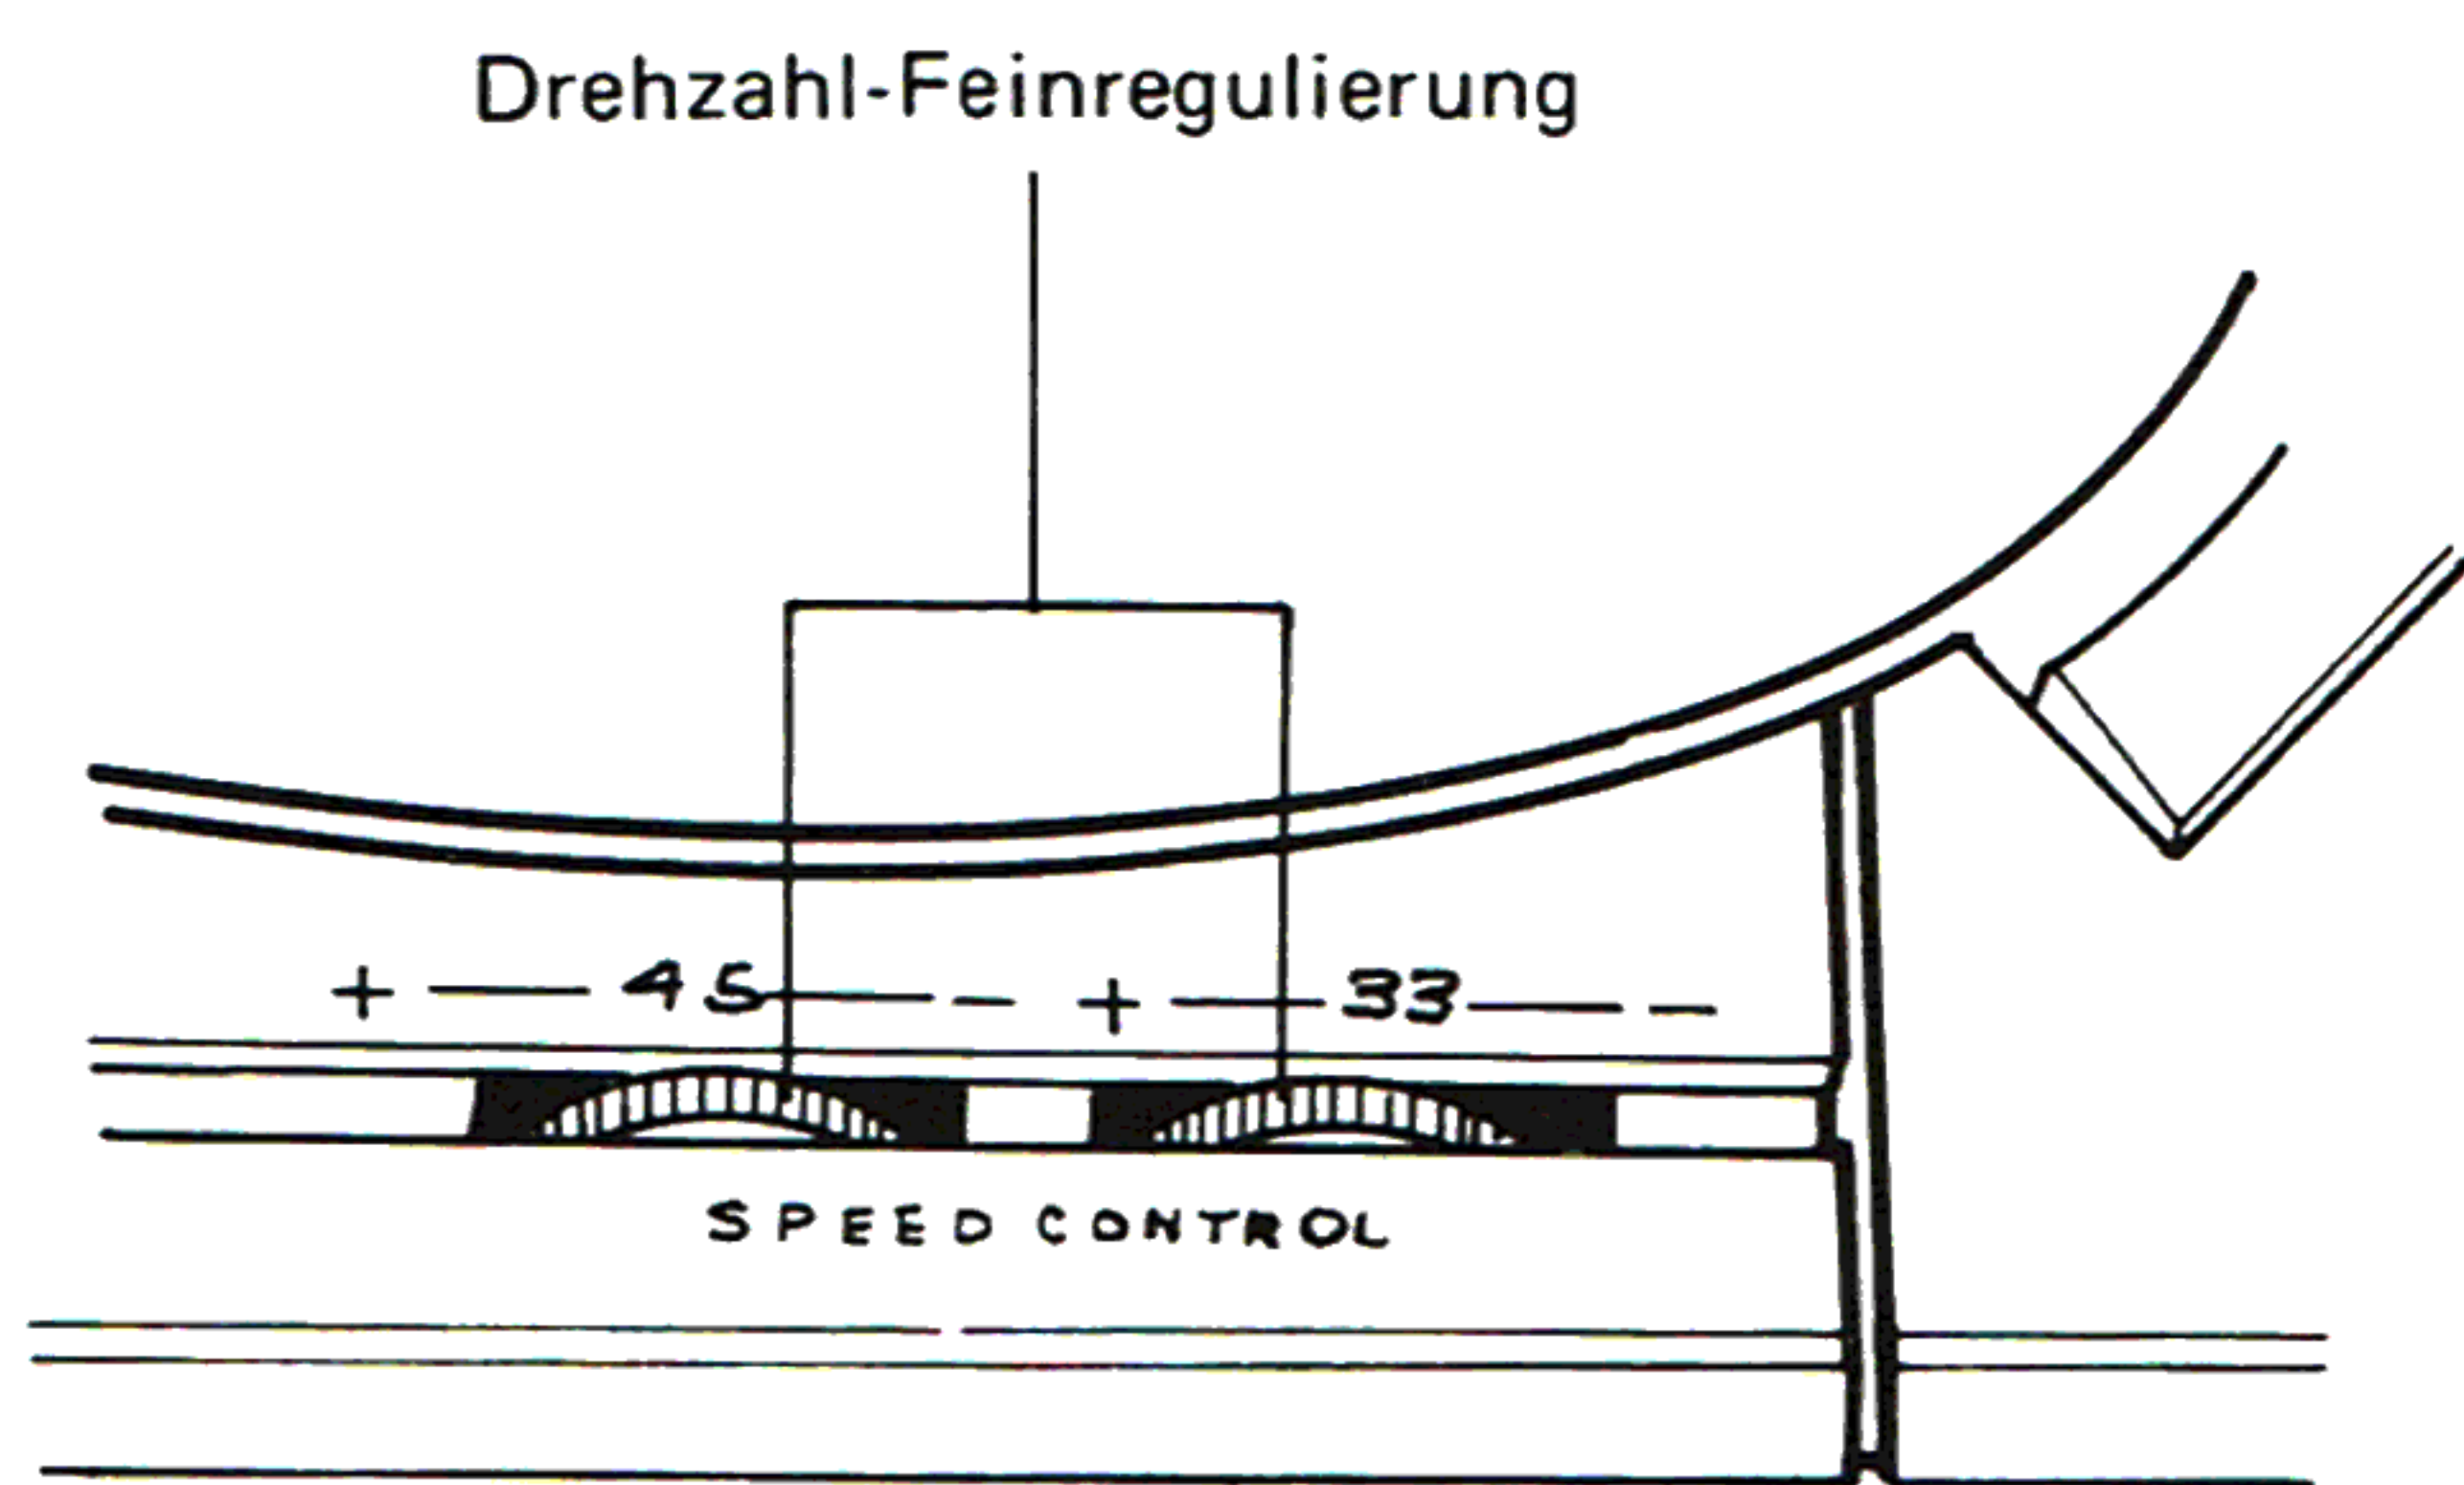

Abb. 9
5. Gegebenenfalls eine Drehzahl-Feinregulierung vornehmen: Wenn die Stroboskopmarkierungen den Anschein erwecken, sich in eine Richtung zu bewegen, die Drehzahl-Feinregulierung schieben, bis die genaue Nenndrehzahl eingestellt ist (Abb. 9).